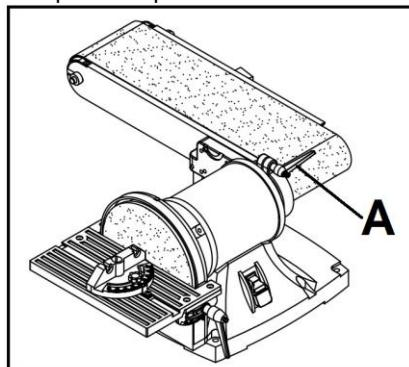

Рис.6
1. Ослабьте фиксирующую ручку, которая ввинчивается в поворотный кронштейн. Установите ленточный узел в сборе в вертикальное положение. Зафиксируйте положение ленточного узла, затянув фиксирующую ручку (A, рис.6) в поворотном кронштейне.